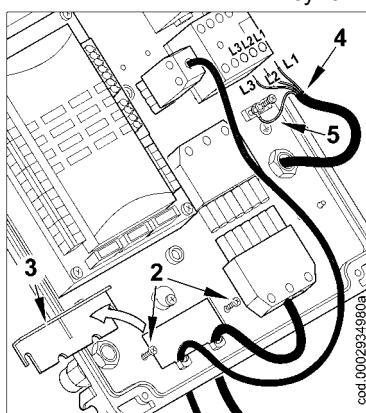

Рисунок 2
- 2) Ослабьте винты (2). После того, как Вы сняли кабельный зажим (3), пропустите через отверстие 7-штырьковый и 4-штырьковый разъемы (см. рис. 2). Соедините питающие кабели (4) к дистанционному выключателю, закрепите заземляющий кабель (5) и затяните соответствующий хомут.